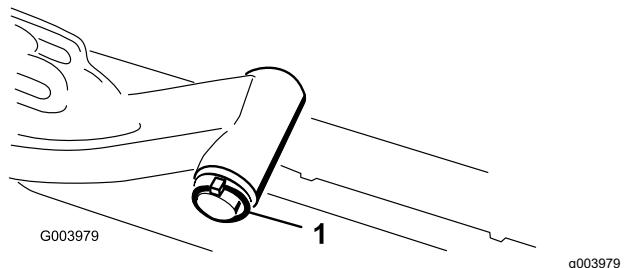

**Рисунок 8**
7. У передних режущих блоков: задвиньте режущий блок под подъемный рычаг, вставляя при этом ось несущей рамы в находящуюся над ней поворотную втулку подъемного рычага (Рисунок 8).
- B. Наденьте втулку подъемного рычага на ось несущей рамы (Рисунок 8).